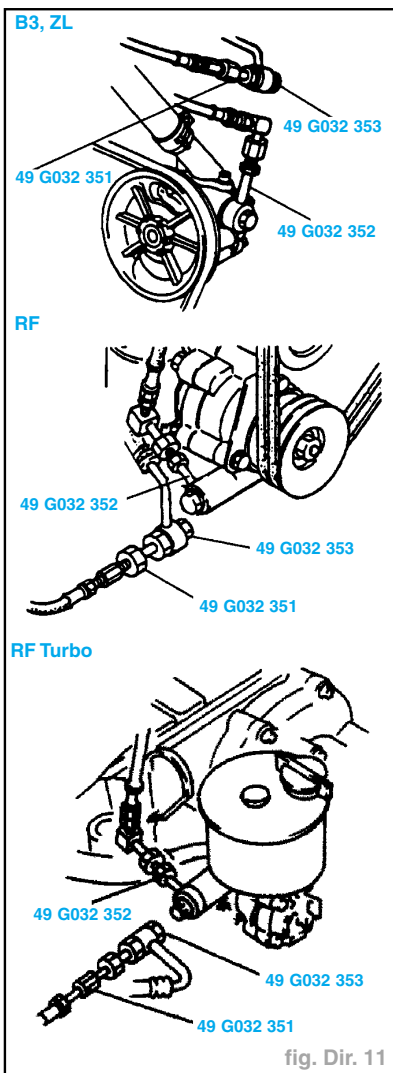

fig. Dir. 11
- Débrancher la canalisation de pression de la pompe à huile, puis brancher l'ensemble de mesure (fig. Dir. 11).